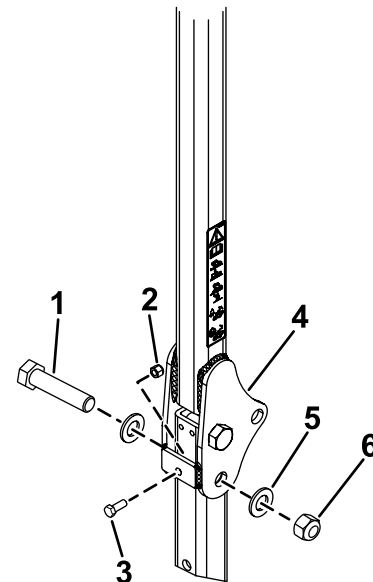

Figura 24
3. Insira uma anilha (13/16 pol. x 1½ pol.) em cada parafuso (¾ pol. x 4 pol.) como se mostra na Figura 24.
4. Nos furos de onde removeu os pinos, instale os parafusos e as anilhas (Figura 24).
5. Instale outra anilha em cada parafuso e prenda com porcas ($\frac{3}{4}$ pol.), como se mostra na Figura 24. Aperte as porcas com uma força de 323 a 396 N·m.
6. Instale o parafuso ($\frac{3}{8}$ -16 x 1 pol. ou $1\frac{1}{4}$ pol.) com uma porca de retenção (os parafusos e porcas de retenção não são fornecidos) na placa roscada em ambos os lados da parte inferior da barra de segurança, na área da dobradiça (Figura 24). Aperte os parafusos até estarem apertados contra o tubo da barra de segurança superior e aperte a porca de retenção.
7. Aperte o parafuso da articulação ROPS (Figura 24) com 91 a 113 N·m para evitar qualquer oscilação da barra de segurança e toldo.